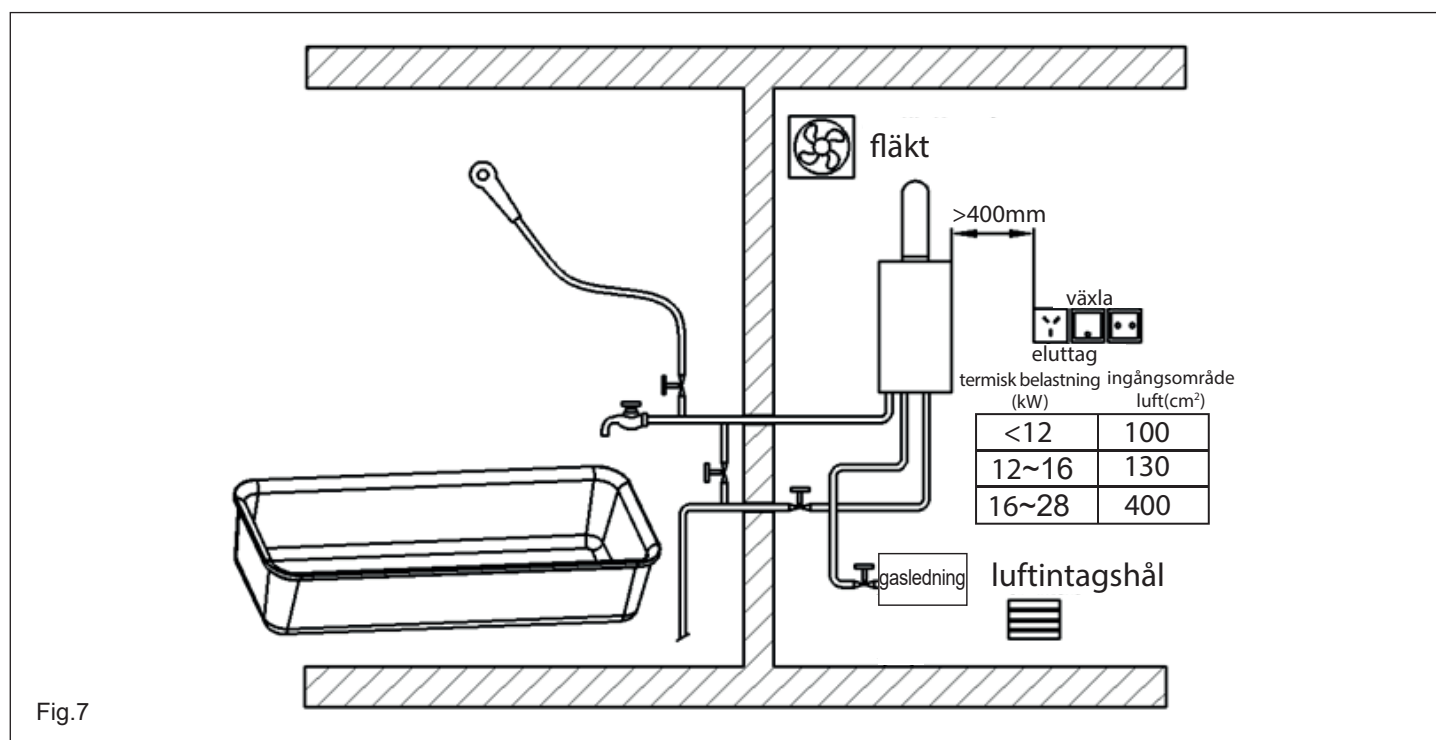

Fig.7
- Ett ventilationshål och ett luftintagshål som förbinder med utsidan måste borraras i väggen, och hålens dimensioner får inte vara mindre än de som anges i tabellen i fig.7. Eventuell ventilationsfläkt måste monteras ovanför apparaten och luftintagshålets nivå måste vara lägre än apparatens. Apparaten måste placeras på ett avstånd av minst 400 mm från elektriska brytare (fig. 7) och inga kablar eller annan elektrisk utrustning får placeras ovanpå apparaten.